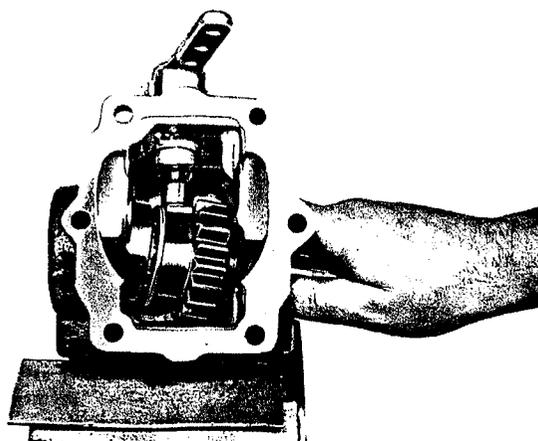

Fig. 21
3.3 Chasser à nouveau l'arbre de sortie vers l'arrière jusqu'à ce que le roulement à billes (3) sorte de son siège. Dégager le jonc d'arrêt (2). Chasser l'engrenage baladeur
(4) du roulement à billes et sortir ensuite l'arbre de sortie du carter (fig. 21).